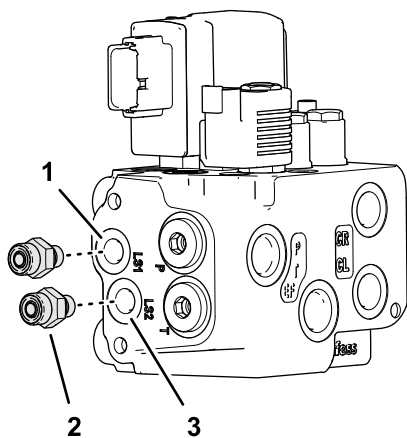

Figure 70
1. Montez les 2 raccords hydrauliques droits (-6 x 12 mm) dans le distributeur de direction EHI (Figure 70) comme suit :